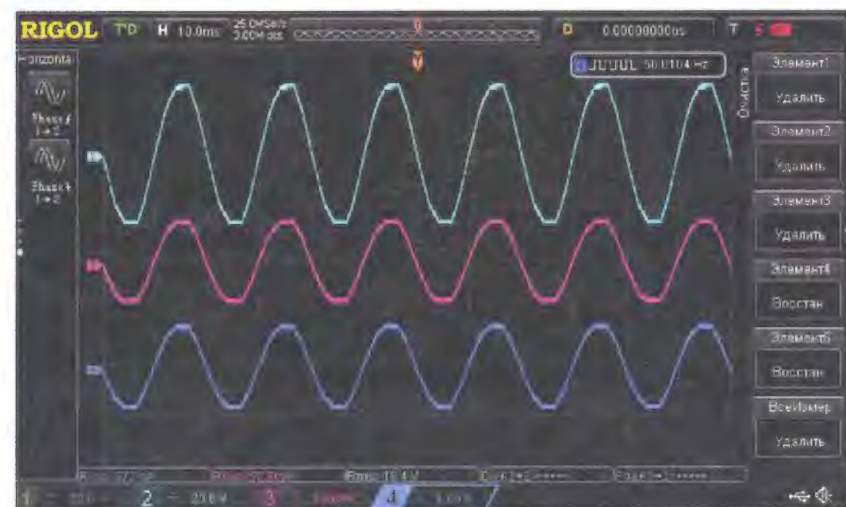
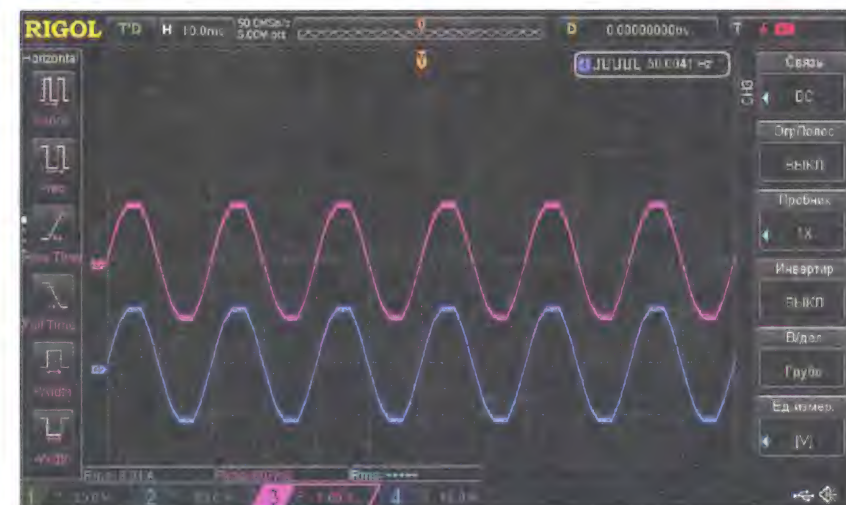

Рис. 9
Рис. 10
**Пример 1.** Измерение переменного тока и напряжения для резистивной нагрузки (рис. 9). Луч синего цвета (4) — ток 57,7 мА, луч розового цвета (3) — напряжение на выходе трансформатора тока 57,7 мВ, луч бирюзового цвета (2) — измеряемое напряжение 19,4 В. Ток нагрузки — 8,04 А (рис. 10), напряжение на выходе трансформатора (для вольтметра) — 807 мВ. Луч синего цвета (4) — ток, луч розового цвета (3) — напряжение на выходе трансформатора.